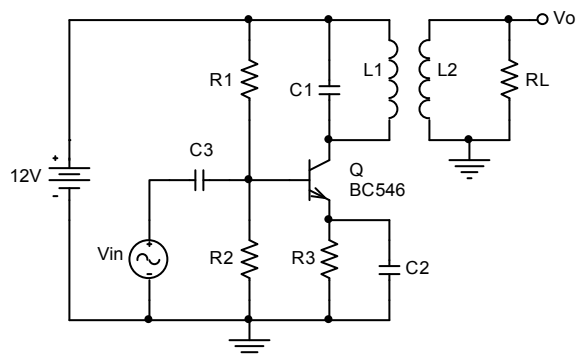

Figura 3-1: Amplificador sintonizado.
**Fase 1- Projetar um amplificador sintonizado, tomando por base, a Figura 3-1, com as seguintes características:**